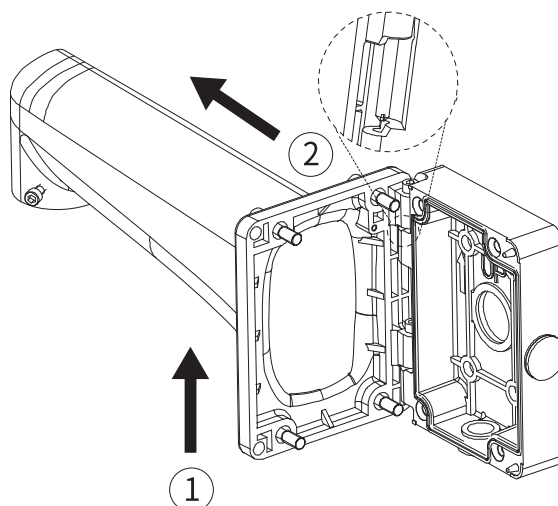

Рисунок 4.3 – Монтаж
2. Отделите кронштейн от монтажной коробки (Рисунок 4.3).